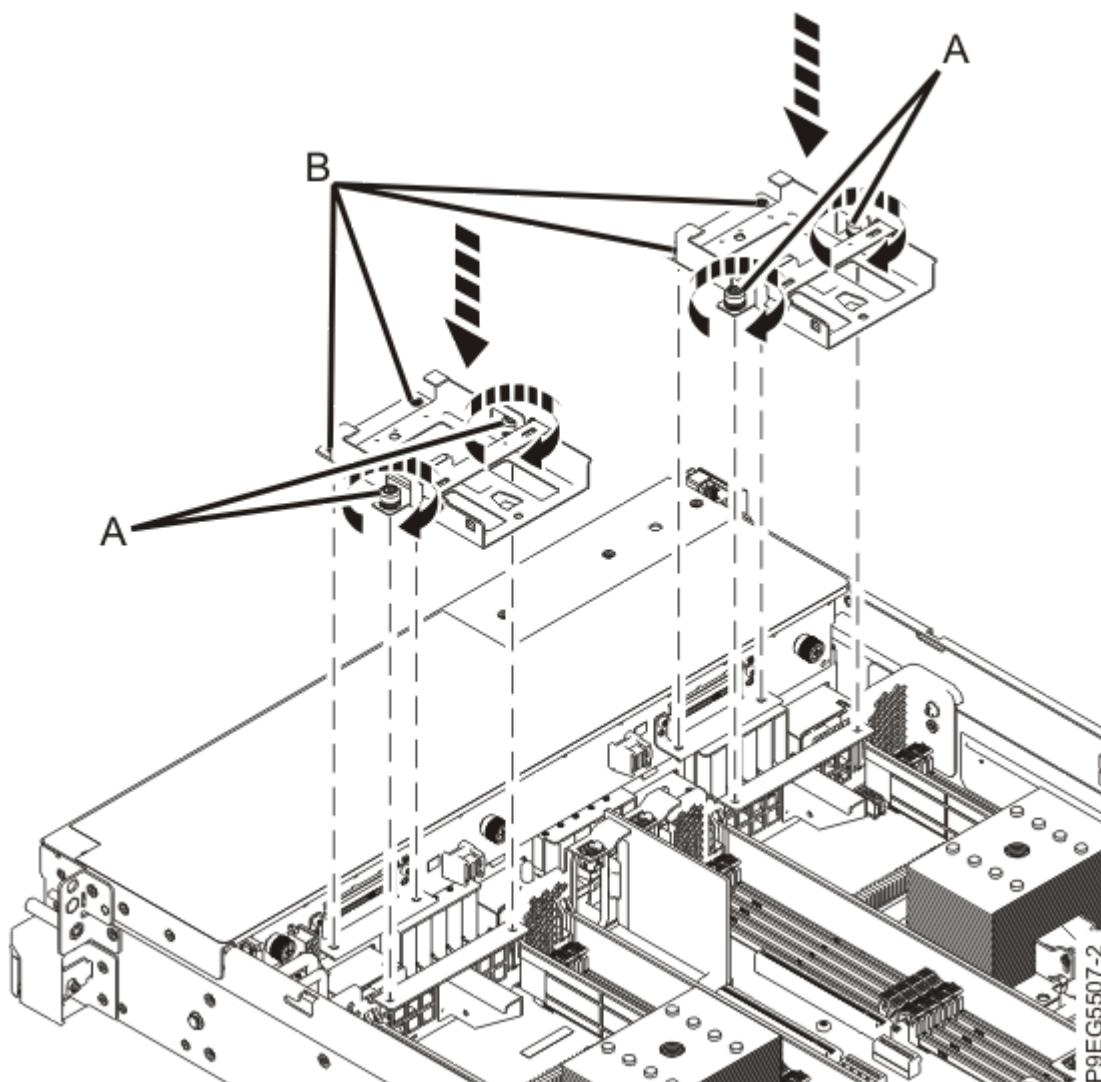

図 21. ドライブ・トレイの再取り付け
7. システム内にあるドライブ・トレイを再取り付けします (23 ページの図 21 を参照)。